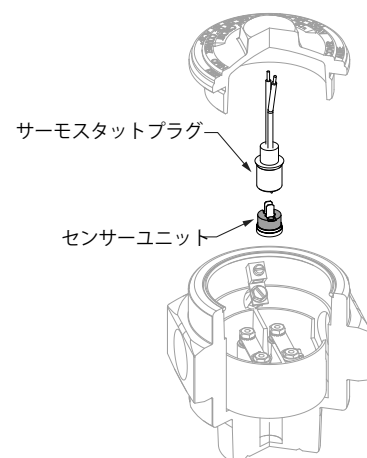

図8 固定式サーモスタットのセンサーユニット交換
2. 固定式サーモスタット搭載モデルでは、サーモスタットプラグを上部に引っ張り、サーモスタットプラグとサーモスタットセンサーユニットを配線ボックスから取り外した後、プラグからセンサーユニットを引き抜きます (図8)。